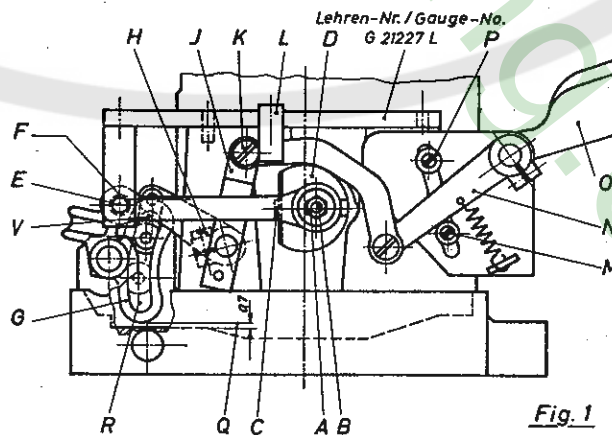

Fig.1
Der Transportmechanismus wird in der Montage nach Lehre G 21227 L eingestellt. Zur Kulisseneinstellung löse die Mutter (A, Fig.1). (ACHTUNG! MUTTER HAT LINKSGEWINDE). Stelle Bolzen (B) mittels Stellschraube (C) im Achskopf (D) so ein, daß der Stift (E) der Lehre in die Bohrung (F) des Kulissenantriebsbolzens einrastet, wenn der obere Kulissentheil in seiner äußersten Stellung in Richtung zur Nadel steht. Ziehe die Mutter (A) wieder gut an. Löse Pratzschraube (H); lege Paßstück (V) in die Kulissee (G) und stelle den Kulissenstein gegen das Paßstück (V); schwenke den Hebel (I), bis der Schraubenkopf (K) am Anschlag (L) der Lehre anliegt; ziehe die Pratzschraube (H) wieder gut an. Nun stelle den Anschlag (M) gegen den Hebel (N).
ACHTUNG! BEACHTET, DAB BEI GRÖßTEM KULISSEN-AUSSCHLAG 0,7 mm FREIGÄNGIGKEIT ZUM GEHÄUSEBODEN VORHANDEN IST. (Q, Fig.1).
The feed mechanism is set in the assembling department by using gauge G 21227 L. To adjust rocker "G" loosen nut (A, Fig.1). (CAUTION! NUT HAS LEFT THREAD). Place the feed crank stud (B) in the main shaft slot (D) by the regulating screw (C) so, that the pin (E) of the gauge fits into the hole (F) of the feed rocker shaft, when the upper part of the segment of the rocker (G) is in its end position to the needle. Tighten nut (A). Loosen screw (H); place distance gauge (V) in the segment of the rocker (G) and press the sliding block against the distance gauge (V). Move lever (I) until the head of the screw (K) contacts the stop (L) of the gauge. Tighten screw (H). Then set stop ring (M) against lever (N).
CAUTION! BE SURE THAT THERE IS 1/32 INCH SPACE BETWEEN THE SEGMENT (G) AND THE BED AT THE LARGEST STITCH LENGTH (Q, Fig.1).